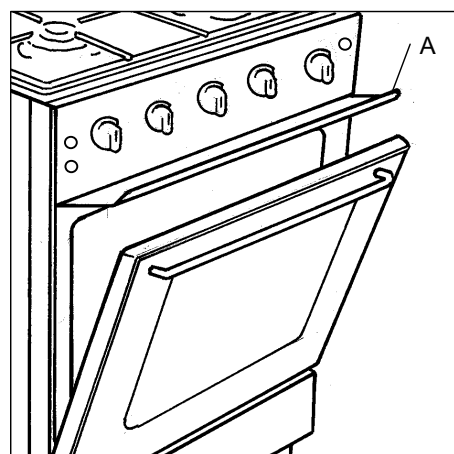

fig. 2
⚠ Les parties accessibles de la cuisinière peuvent être chaudes lors de l'utilisation du grill. Eloignez les jeunes enfants. L'utilisation du grill se fait avec la porte entrouverte avec le déflecteur « A » mis en place (fig. 2). Évitez le contact avec les éléments chauffants se trouvant dans le four.
- **Installez le déflecteur (fig. 2).**